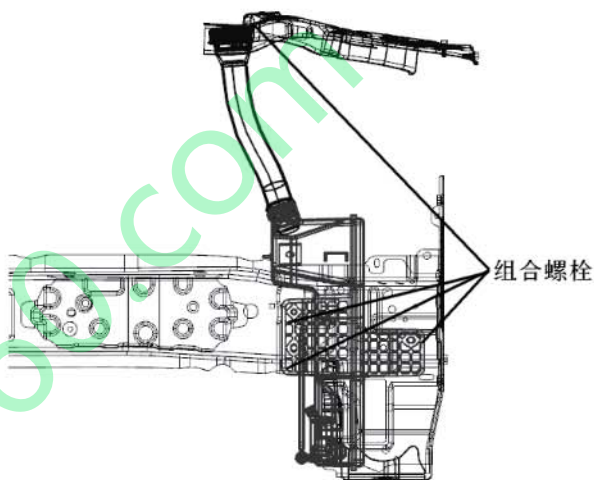

图 4-3-2-1
- 3) 将壶口固定在流水槽上洗涤壶支架上的组合螺栓拆除，拔出壶颈，如图 4-3-2-1。
- 4) 卸下其他固定壶体的两个组合螺栓。如图 4-3-2-1 所示：